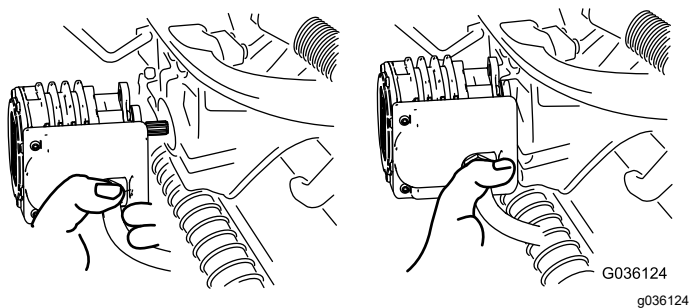

Figura 68
4. Mueva el motor al lugar de almacenamiento en la parte delantera del brazo de suspensión (Figura 68).